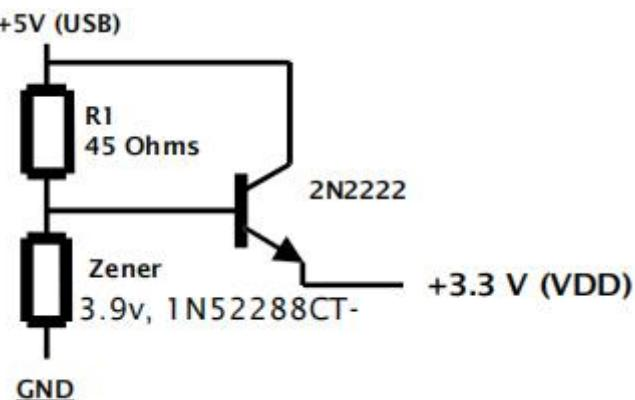

图 5. 示例 VDD 发生器
- (1) 对于 12 MHz 的时钟源，CM 时钟倍增器引脚必须接高电平；对于 48 MHz 的时钟源，该引脚必须接地。
- (2) VDD 可以从 USB 供电中获取。参见图 5。
- (3) VDD 可以从 USB 供电中获取。图 5 展示了一种简单的方法来提供 3.3 V/30 mA 的电源。另一种选择是使用 Torex 半导体有限公司的 3.3 V SMD 稳压器（部件号 XC62HR3302MR）。
- (4) A0 地址位用于在 I/O 映射或内存映射应用中访问地址寄存器或数据寄存器。
- (5) 12 MHz 晶体的基本模式。
- (6) CD9001A 可以使用 12 MHz 时钟源。
- (7) ICC 测量包括在全速运行的 USB 收发器电流 (IUSB)。
(10) 所有典型值均为  $VDD = 3.3 V$  和  $TAMB = 25^{\circ}C$ 。